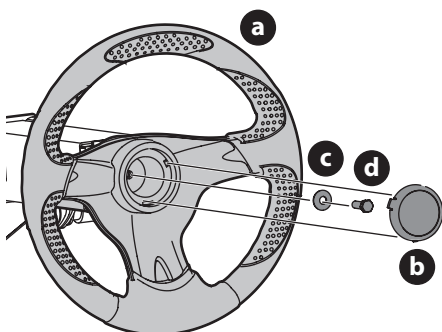

Figura 12
1. Extraiga los elementos de herraje para fijar el volante (a) que están debajo de la tapa del volante (b). Extraiga la cubierta con cuidado insertando un destornillador plano pequeño dentro de una de las tres ubicaciones de ajuste a presión, al tiempo que lentamente apalanca la tapa del volante (b) para extraer los herrajes (Figura 12).
2. Con las ruedas de la máquina ubicadas rectas hacia delante, coloque el volante (a) sobre el eje de dirección (Figura 12).
3. Coloque la arandela Belleville (c) con el lado cóncavo hacia adentro por encima del volante y ajústela con el tornillo de bloqueo hexagonal (d) (Figura 12).
4. Coloque la cubierta del volante (b) sobre el centro del volante (a), alinee los tres broches de presión con las lengüetas del volante y empuje hacia abajo hasta que haga "clic" en su lugar (Figura 12).